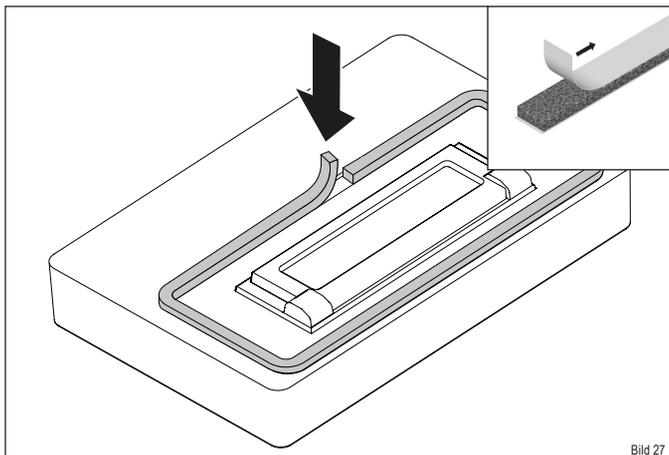

Bild 27
- ▶ Kleben Sie die neue Dichtung gleichmäßig in die Führung (Bild 27).